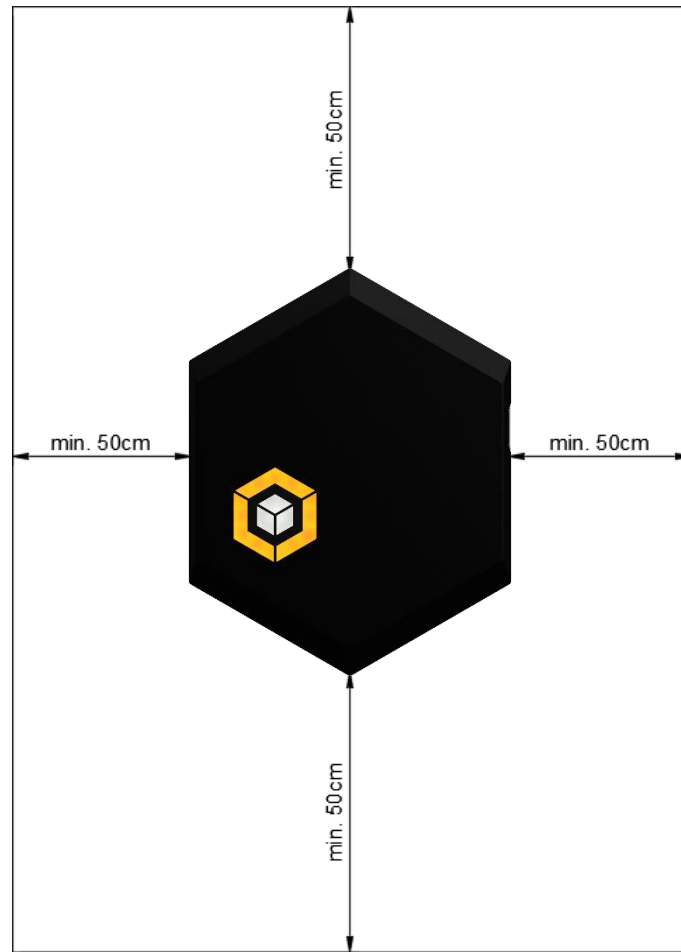

Abbildung 3: Umlaufende Mindestabstände
2. Suchen Sie einen geeigneten Ort, an dem Sie die Montageplatte anbringen (Abbildung 3). Beachten Sie das Kapitel **Vorgaben an den Montageort** (Seite 11).
3. Richten Sie die Montageplatte an der gewählten Fläche aus: Verwenden Sie dazu ggf. eine Wasserwaage. Zeichnen Sie die Bohrlöcher an (Abbildung 3, Pfeile). Achten Sie darauf, dass die Kabelöffnungen nach unten zeigen.
6. Befestigen Sie die Montageplatte der Wallbox mit vier Schrauben (\varnothing max. 6mm). Nutzen Sie dafür die entsprechenden Befestigungslöcher in der Montageplatte (Abbildung 3, Pfeile).